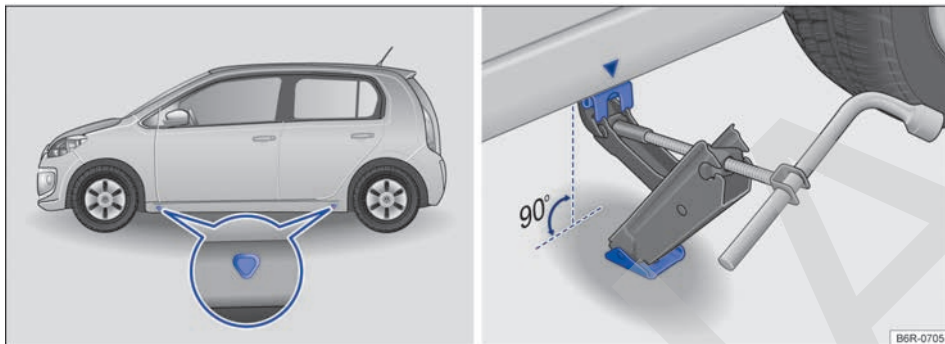

Fig. 152 Puntos de apoyo del gato y gato posicionado atrás en el lado izquierdo trasero del vehículo.
La figura → fig. 152 ilustra, como ejemplo, los puntos de apoyo del gato en los vehículos 4 puertas. Los vehículos de 2 puertas siguen el mismo concepto.
El gato únicamente puede ser posicionado en los puntos de apoyo indicados (marca en la carrocería) → fig. 152. Es válido el punto de apoyo ubicado próximo a la rueda correspondiente → ⚠️.
6. Busque debajo del vehículo el punto de apoyo del gato → fig. 152 más cercano a la rueda que debe cambiar.
8. Garantizar que la base del gato, con toda su superficie, esté sobre el piso y que la base se encuentre perpendicularmente por debajo del punto de colocación → fig. 152.
9. Alinear el gato y, simultáneamente, levantar la garra del gato hasta que se encaje en el travesaño debajo del vehículo → fig. 152.
- Posicionar el gato únicamente en los puntos indicados. La garra del gato debe encajarse en el perfil del larguero de forma segura → fig. 152.